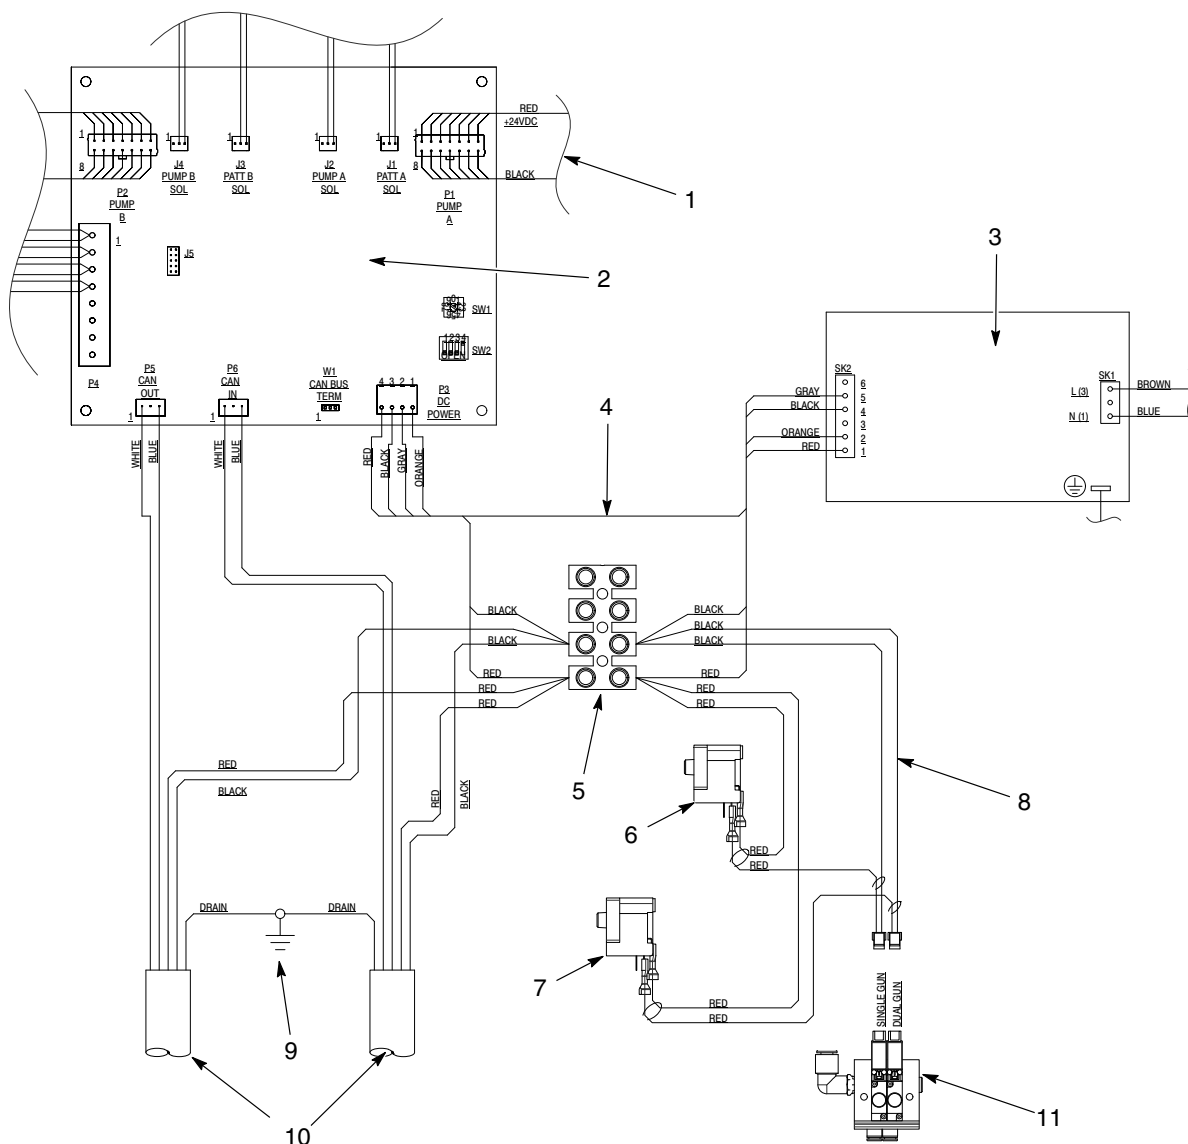

Рис. 3 Монтажная схема (показана система с двумя распылителями)
См. рис. 3 как иллюстрацию для монтажа проводки.
3. Смонтировать новые кабели, как показано на рис. 3, поз. 10.
См. рис. 3, поз. 8 как иллюстрацию для монтажа проводки.